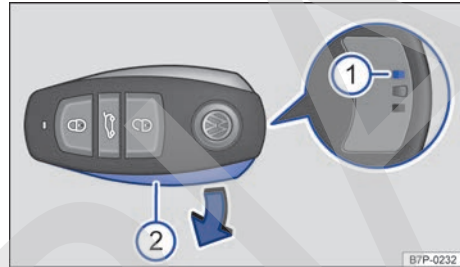
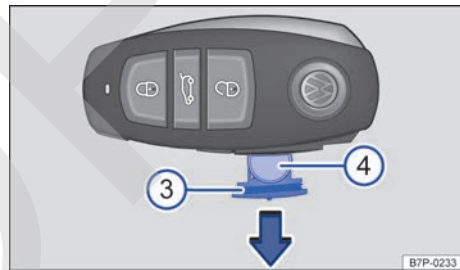

Fig. 69 Llave del vehículo: abrir el compartimento de la pila.
Fig. 70 Llave del vehículo: cambiar la pila de botón.
Leyenda de la fig. 69 y fig. 70:
- Introduzca un objeto adecuado en el rebaje izquierdo → fig. 69 ① de la parte posterior de la llave hasta el tope y a continuación presione hacia el borde exterior de la llave.
- Retire la tapa ② en el sentido de la flecha
- Extraiga el compartimento de la pila → fig. 70 ③ de la llave en el sentido de la flecha.
- Retire la pila de botón ④.
- Introduzca el compartimento con la pila en la llave en el sentido contrario al de la flecha → fig. 70.
- Coloque el lado izquierdo, estrecho, de la tapa → fig. 69 ② en la llave y presione el lado derecho, ancho, hacia dentro hasta que la tapa encastre.